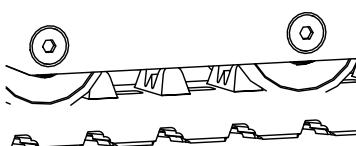

Abb. 232
5. Die Schiebekupplung (Abb.232/1) um 180° im Uhrzeigersinn drehen, bis der Schmiernippel (Abb.232/2) nach außen zeigt.
6. Mittels einer Fettpresse am Schmiernippel (Abb.232/2) so viel Mehrzweckfett hineinpressen, bis die Kette gespannt ist.